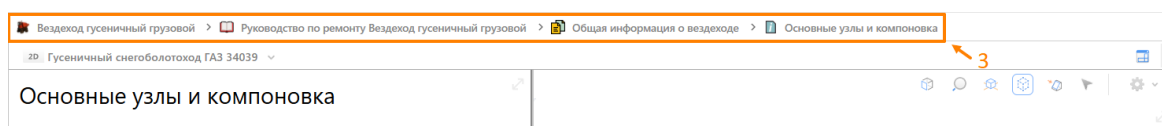

Рисунок 22 – Навигация с использованием ЭУ «хлебные крошки»
3. Навигация с использованием ЭУ «хлебные крошки», расположенного в верхней части окна (Рисунок 22).